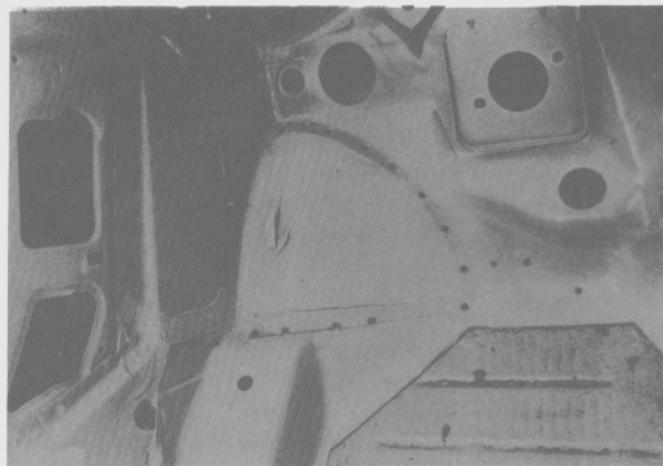

Fig. 140
- Cortar el conjunto del larguero guardabarro delantero interior a lo largo de la línea marcada, taladrando los puntos de soldadura del larguero y el guardabarro delantero interior (Fig. 140).